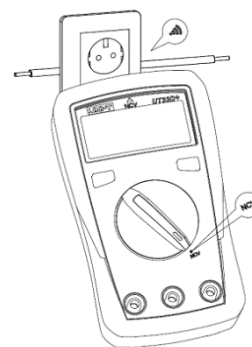

Figura 6
10. Misura NCV (solo per UT131D, vedere Figura 6)